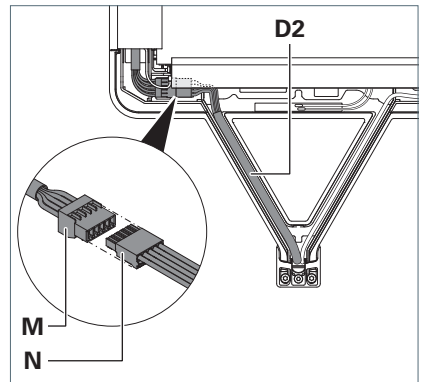

Fig. 7: Versorgungsleitung anschließen.
- Nehmen Sie die Stiftleiste **M** aus dem Fach unter dem Kühlkörper heraus, siehe Fig. 7.